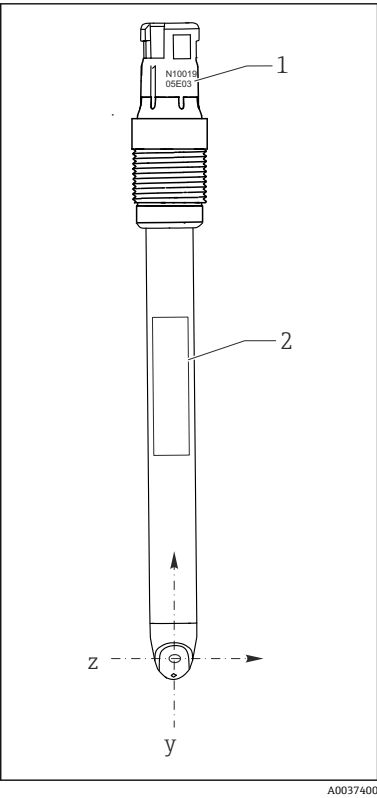
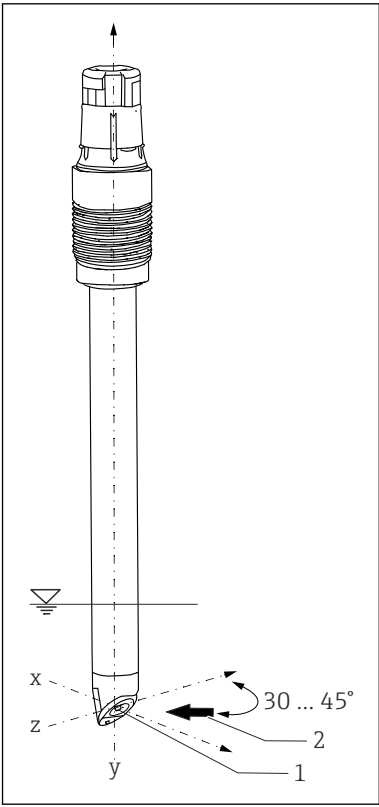

图 7 电极安装方向示意图（正视图）
图 8 电极安装方向示意图（3D 视图）
- ▶ 安装就位的 ISFET 芯片（图号 2），与介质流向的夹角在 30 ... 45° 之间→ 图 8, 图 7。
在安装支架中安装电极时，注意电极头上的光刻序列号，确保电极安装方向正确→ 图 7, 图 7。标记始终与 ISFET 芯片和铭牌处于同一平面（Z-y 方向）。